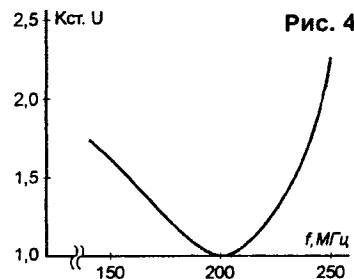

Рис. 4
- хороший коэффициент согласования (рис.4);